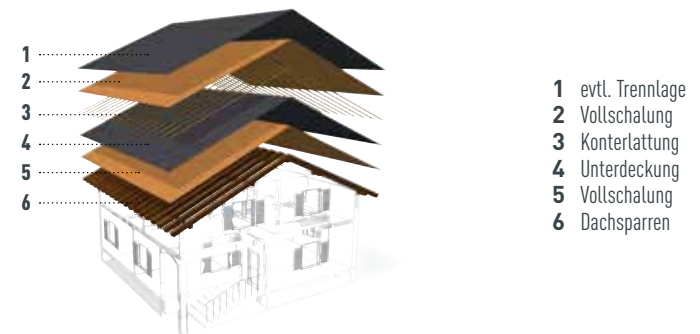

Abbildung 3 · Zweischaliger Dachaufbau
1.1 DACHBODENRAUM KANN AUCH ALS WOHNRAUM GENUTZT WERDEN (ABBILDUNG 3)